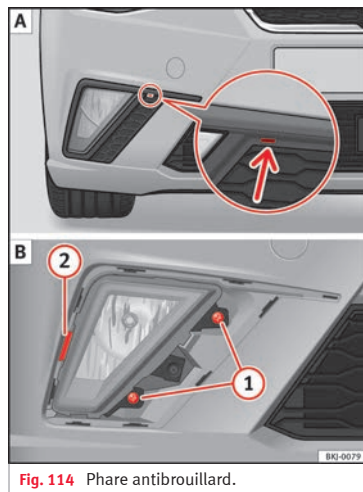

Fig. 114 Phare antibrouillard.
1. Soulevez l'encoche » fig. 114 A (flèche) à l'aide d'un tournevis. Déclipsez ensuite les clips situés autour de la grille en effectuant un léger mouvement de levier.
2. Retirez les deux vis ① B et faites lever sur le clip ② pour retirer le phare antibrouillard.